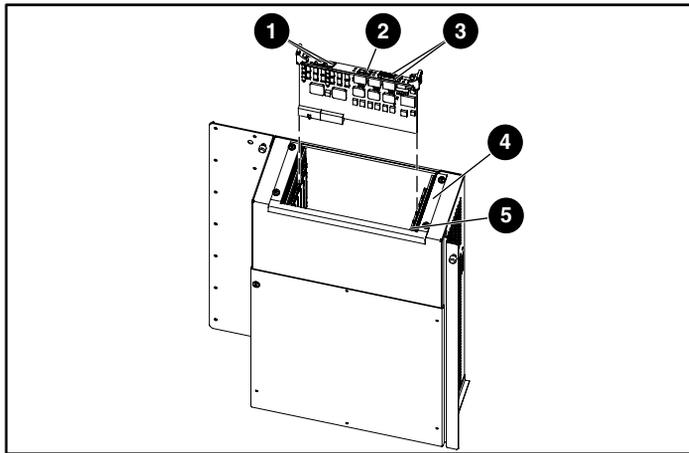

Figure 11 : Installation du routeur de stockage réseau
- ❶ Boutons de verrouillage
- ❷ Loquets d'éjection
- Placez-vous devant l'arrière de la librairie. Les ports SCSI doivent se trouver sur votre gauche. Repérez alors la cage d'extension et faites glisser la première carte routeur dans le logement D de la cage (reportez-vous à la Figure 11).